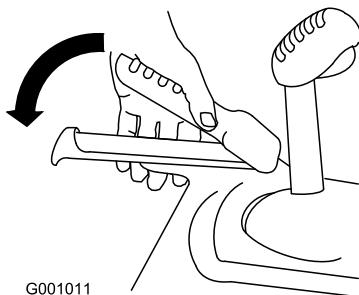

Figure 9
3. Serrez le levier gauche (déplacement) contre la poignée (Figure 9).
6. Serrez le levier gauche (déplacement) contre la poignée (Figure 9).